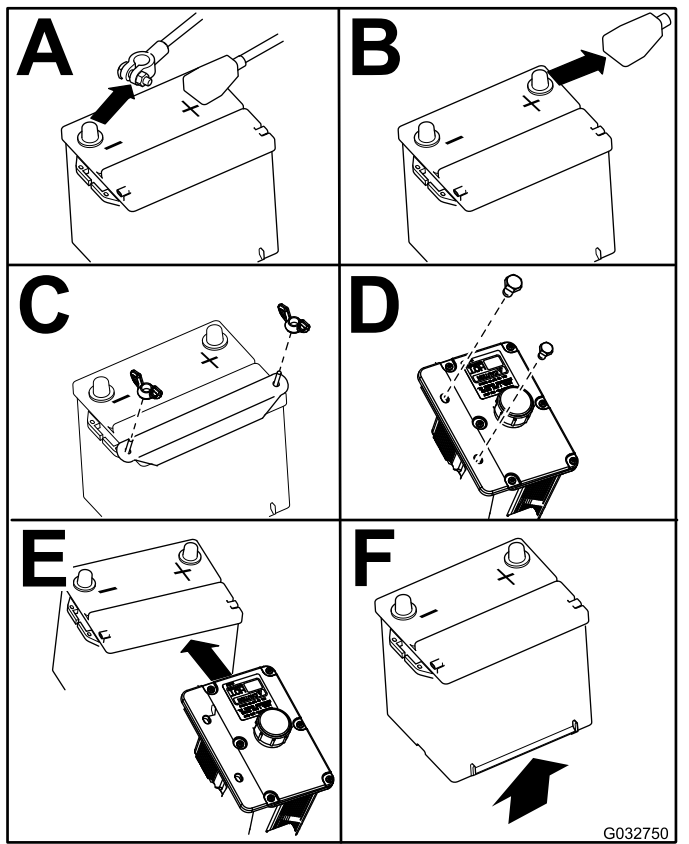

Рисунок 42
4. Зніміть акумулятор, як показано на Рисунок 42